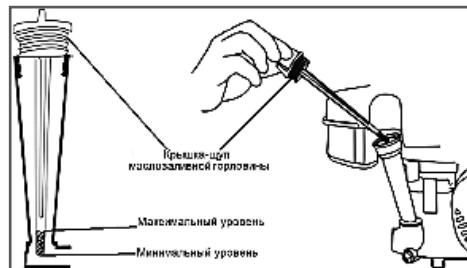

Рис. 9 Крышка-щуп маслозаливной горловины
- Открутите крышку-щуп маслозаливной горловины и извлеките щуп (Рис. 9).
- Выкрутите крышку-щуп маслозаливной горловины и извлеките щуп (Рис. 9).
- Аккуратно извлеките щуп и осмотрите его. Уровень масла должен соответствовать верхней отметке на щупе. При недостаточном уровне масла в картере необходимо долить чистое масло до верхней отметки на щупе (Рис. 9).